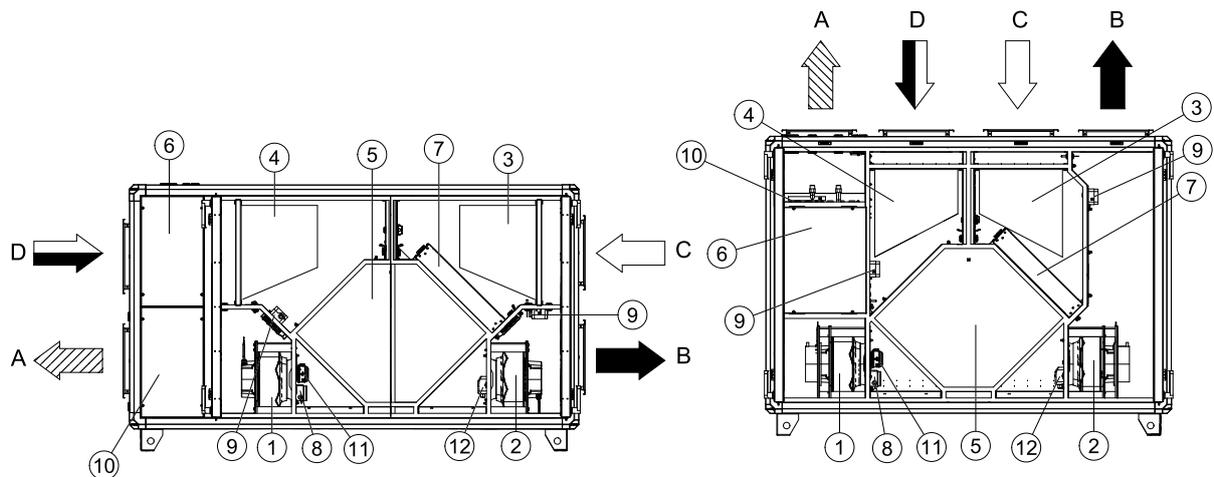

Fig. 1
Un pressostat mesure la pression différentielle sur chaque filtre, soufflage et extraction (pos. 9 figure 1. Une alarme se déclenche dans le régulateur lorsque la perte de charge atteint la valeur réglée d'usine. Le différentiel de pression peut être réglé de 40 à 300 Pa. Par défaut, il est paramétré sur 240 Pa.